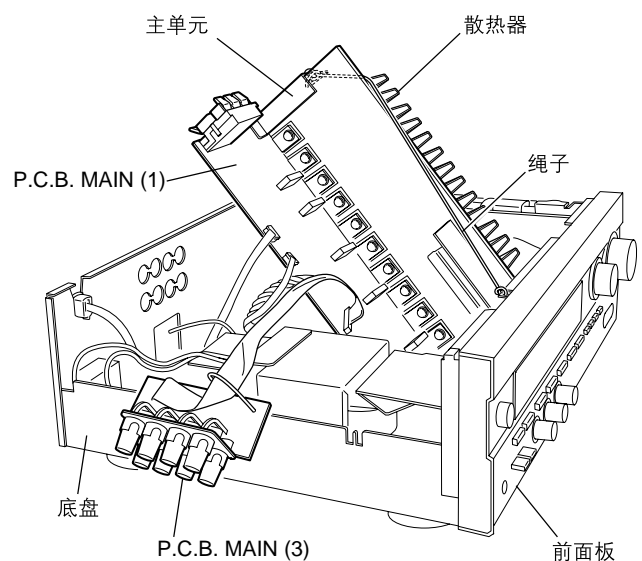

图4
- b. 将P.C.B. MAIN(3)往左取出。(图4)
- f. 将主单元往前面板侧拉出, 并如图4所示将主单元竖立起来。
- j. 用绳子将前面板的螺纹孔和散热器的螺纹孔之间固定起来。(图4)